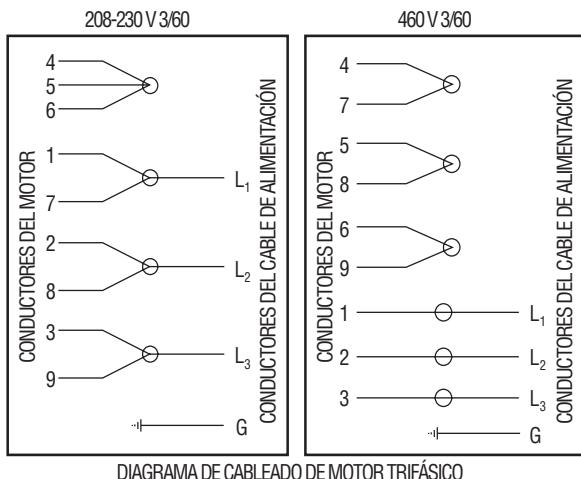

Figura 1
- Motores trifásicos – Ver la Figura 1.